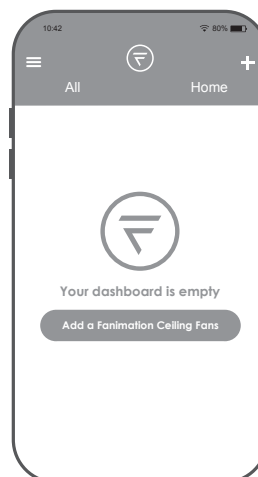

Figura 4
- ☐ **4.** Después de crear la cuenta fanSync de Fanimation, puede añadir sus ventiladores en la aplicación. (Figura 4)